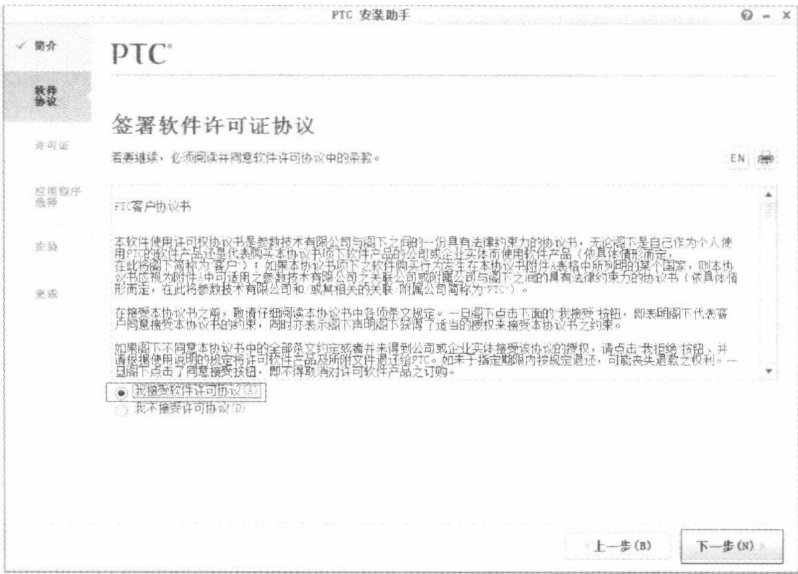

图 1-2 PTC 软件许可证协议
- (3) 单击“下一步”按钮,在弹出的对话框中选中“我接受软件许可协议”单选项,单击“下一步”按钮,如图 1-2 所示。